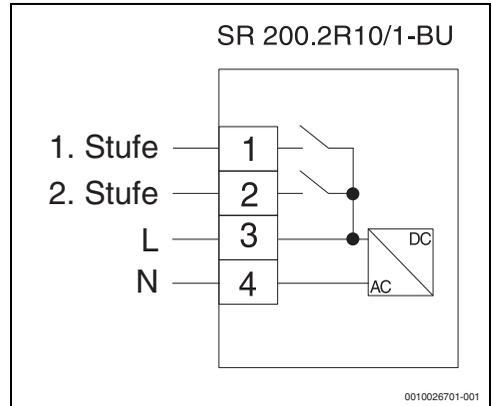

Bild 13 Anschlussplan des Raumreglers
- ▶ Kabel abisolieren und gemäß Anschlussplan (→ Bild 13) an die Schraubklemmen anschließen.